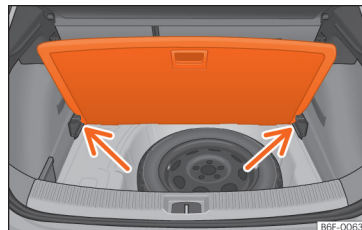

Abb. 128 Variabler Gepäckraumboden: geneigte Stellung.
- Legen Sie den Gepäckraumboden auf die dafür vorgesehenen Aufnahmen » Abb. 128 (Pfeile).